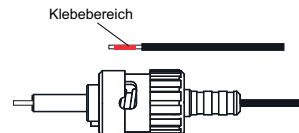

Bild 7 Klebbereich
- Alternativ zur Crimpung des POF-Kabelmantels, kann dieser auch, gleichzeitig mit der Faser, geklebt werden (S. Bild 7).
- Die abisolierte Faser mit dem 2-Komponentenkleber (9102KKPOF0001) versehen und in den Steckverbinder schieben. Dabei muss die Faser 1mm aus dem Steckverbinder herausstehen (s. Bild 7)